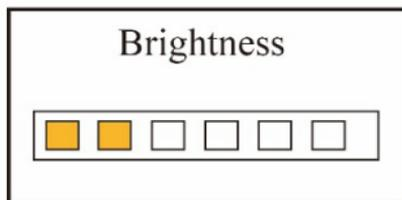

Figura 4.10A Configuración de Brillo
- **Brightness (brillo):** Para ajustar el brillo de la retroiluminación, hay 6 niveles de opciones, el valor predeterminado de fábrica es de nivel 3, como se muestra en la Figura 4.10A.